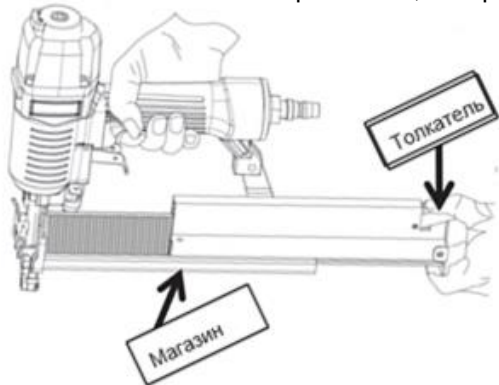

Рис. 2
2. Вставьте скобы или гвозди заостренным концом вниз в магазин, как показано на Рис. 2. Разрешается использовать только те крепления, которые указаны в инструкции к инструменту.